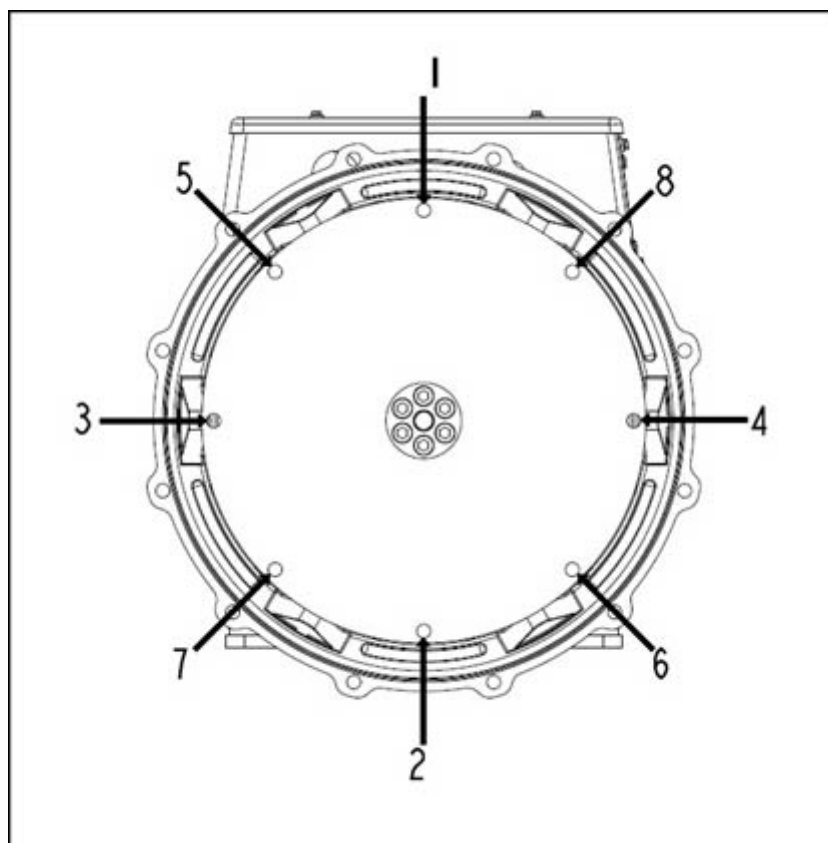

图 23. 飞轮固定顺序
10. 拧紧螺栓以将耦合盘固定到飞轮上，顺序如 图 23 在第 xx 页 38所示。